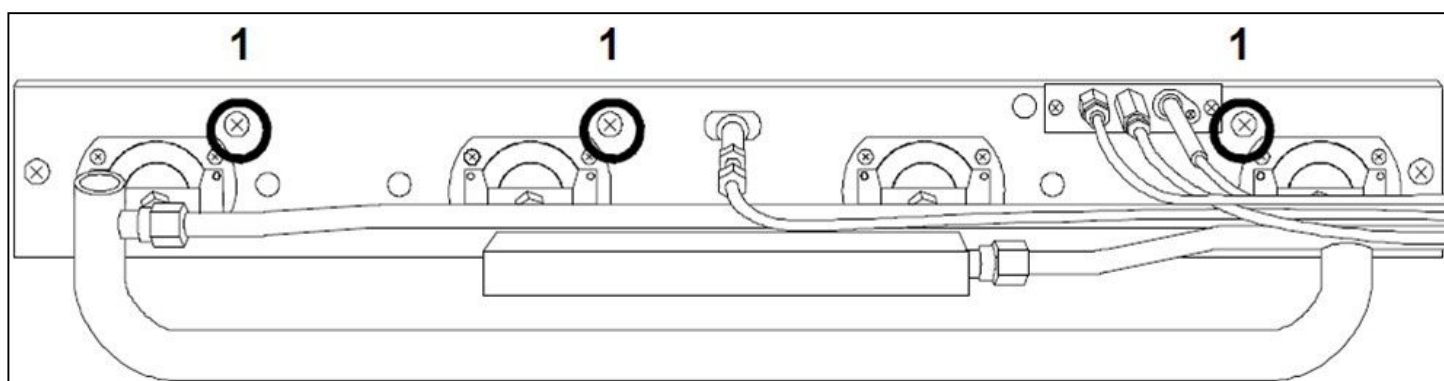

FIG.17
- Dévisser les 3 vis de fixation des supports du brûleur (FIG.17-Réf.1);